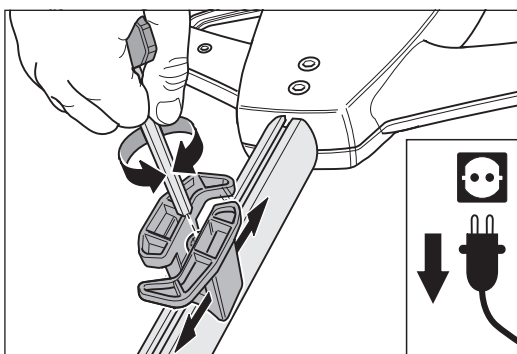

Fig. 20 Aflojamiento del tornillo, desplazamiento del portacables con el taco de corredera y nuevo apriete del tornillo.
- 1 Gire el tornillo en el centro del portacables con la llave Allen hasta que el portacables se pueda desplazar con el taco de corredera (fig. 20).
- 2 Desplace el portacables a la posición deseada y vuelva a apretar el tornillo. El taco de corredera va girando, de modo que el portacables queda apretado (fig. 20).